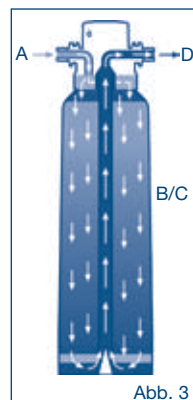

Abb. 3
Das Rohwasser (A) fließt der Filterkerze zu (Abb. 3). Im Bereich (B/C) werden Partikel und Eisen (II) entfernt.